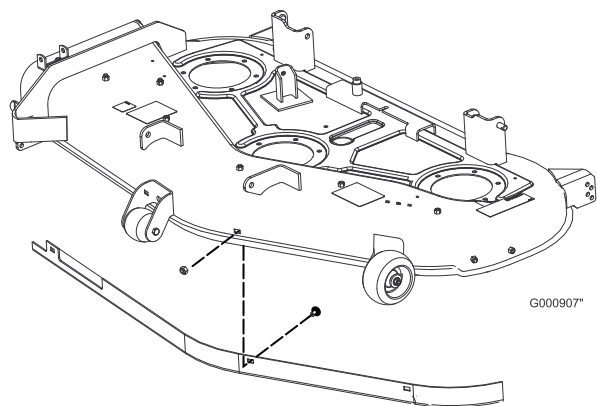

Figura 19
2. Retire los pernos de cuello cuadrado y las contratuercas que fijan el deflector delantero a la plataforma (Figura 19). Retire el deflector delantero para tener acceso al deflector derecho del Recycler®.
6. Vuelva a colocar el deflector delantero y fíjelo a la plataforma (Figura 19) usando los herrajes retirados anteriormente.